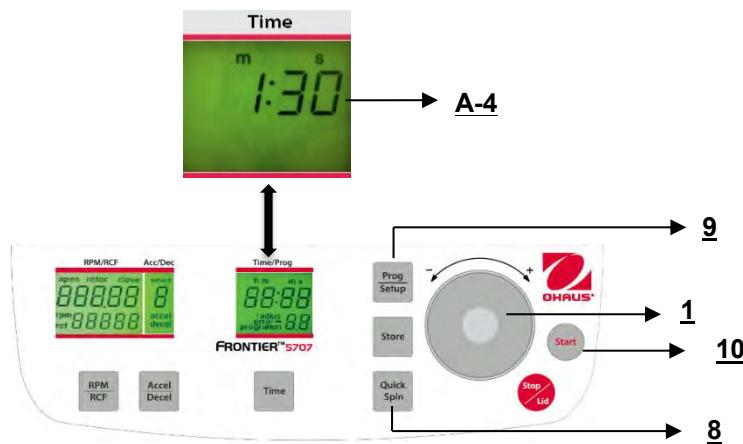

Figura. 24
Puede arrancar la centrífuga ya sea con el botón "**Start**" (10) (vea la Figura 24) o con el botón "**Quick Spin**" (8).